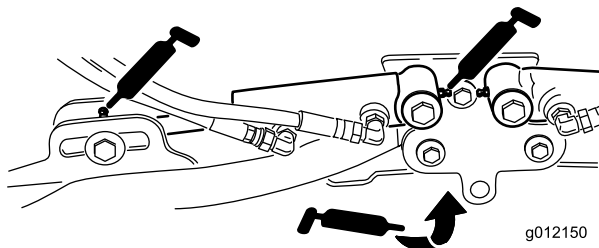

Figura 107
- Pivoi ai braului de ridicare (1 pentru fiecare) (Figura 107)
- Cilindrii braului de ridicare a unității de tăiere (câte 2) (Figura 107)